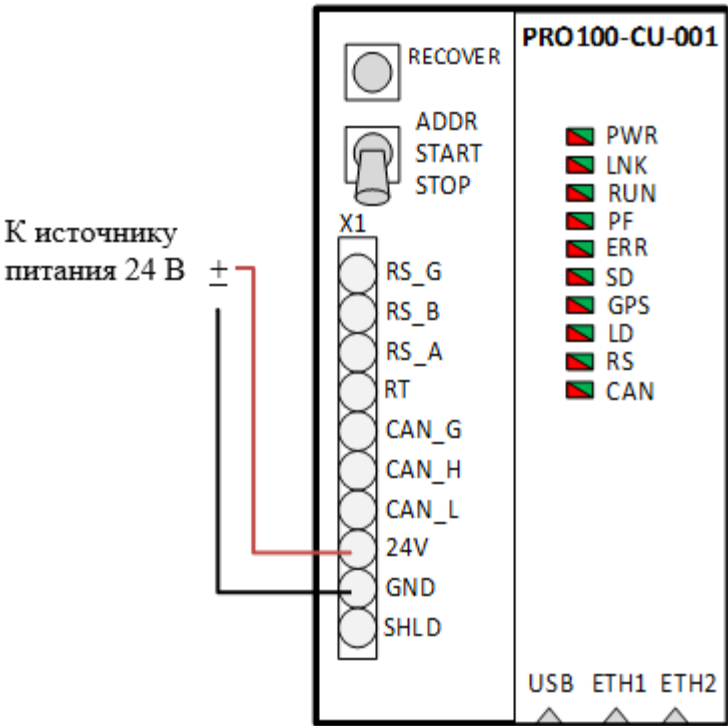

Рисунок 1 – Подача напряжения питания на общую электрическую шину через процессорный модуль UZOLA PRO100
1.4.3 Подключить МП к компьютеру по интерфейсу Ethernet (см. рисунок 1).